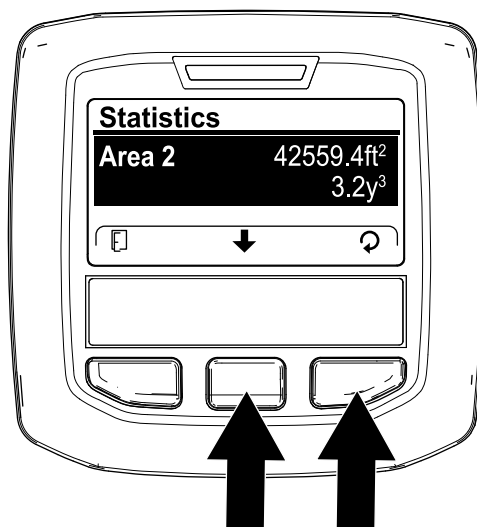

Figura 109
3. În ecranul STATISTICS (Statistici), apăsai butonul central InfoCenter până când este selectată opțiunea AREA 2 (Zona 2) (Figura 109).